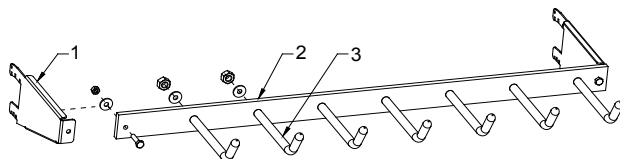
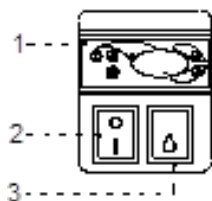

Рис.5 Планка с мясными крюками
Рис.7 Пульт управления
2. На крюках расположить полки и/или корзины Рис.5 (стр.37) и/или Рис.7 (стр.37)
- Включить кнопку главного выключателя Рис.7/2 (стр.37), что вызовет подключение регулятора температуры, а затем агрегата оборудования
- На пульте регулятора температуры Рис.7/1 (стр.37) установить температуру (подробности обслуживания
- Включить кнопку освещения Рис.7/3 (стр.37)